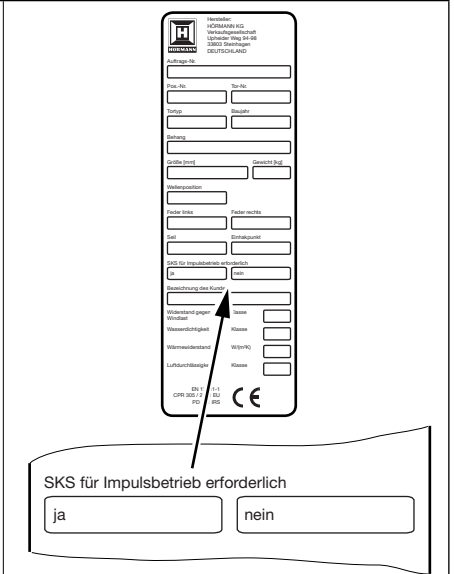

Abb. 6-11: Typenschild des Tores
- Je nach den Voraussetzungen des Typenschildes (Abb. 6-11):